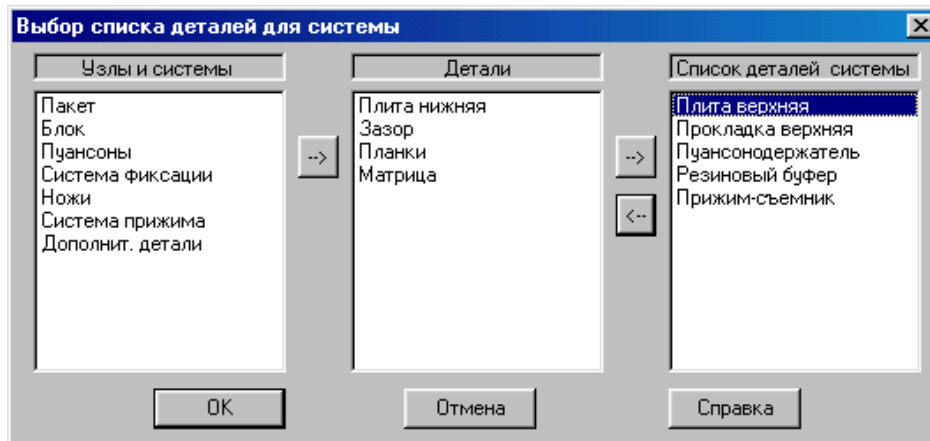

Рисунок 1.116 – Меню «Вибір списку деталей для системи»
– після уведення типу гвинтів на екрані висвітлюється вікно “Вибір списку деталей для системи” (рис. 1.116), що містить перелік вузлів проекту, з яких можна вибрати деталі, через які будуть проходити східчасті гвинти.